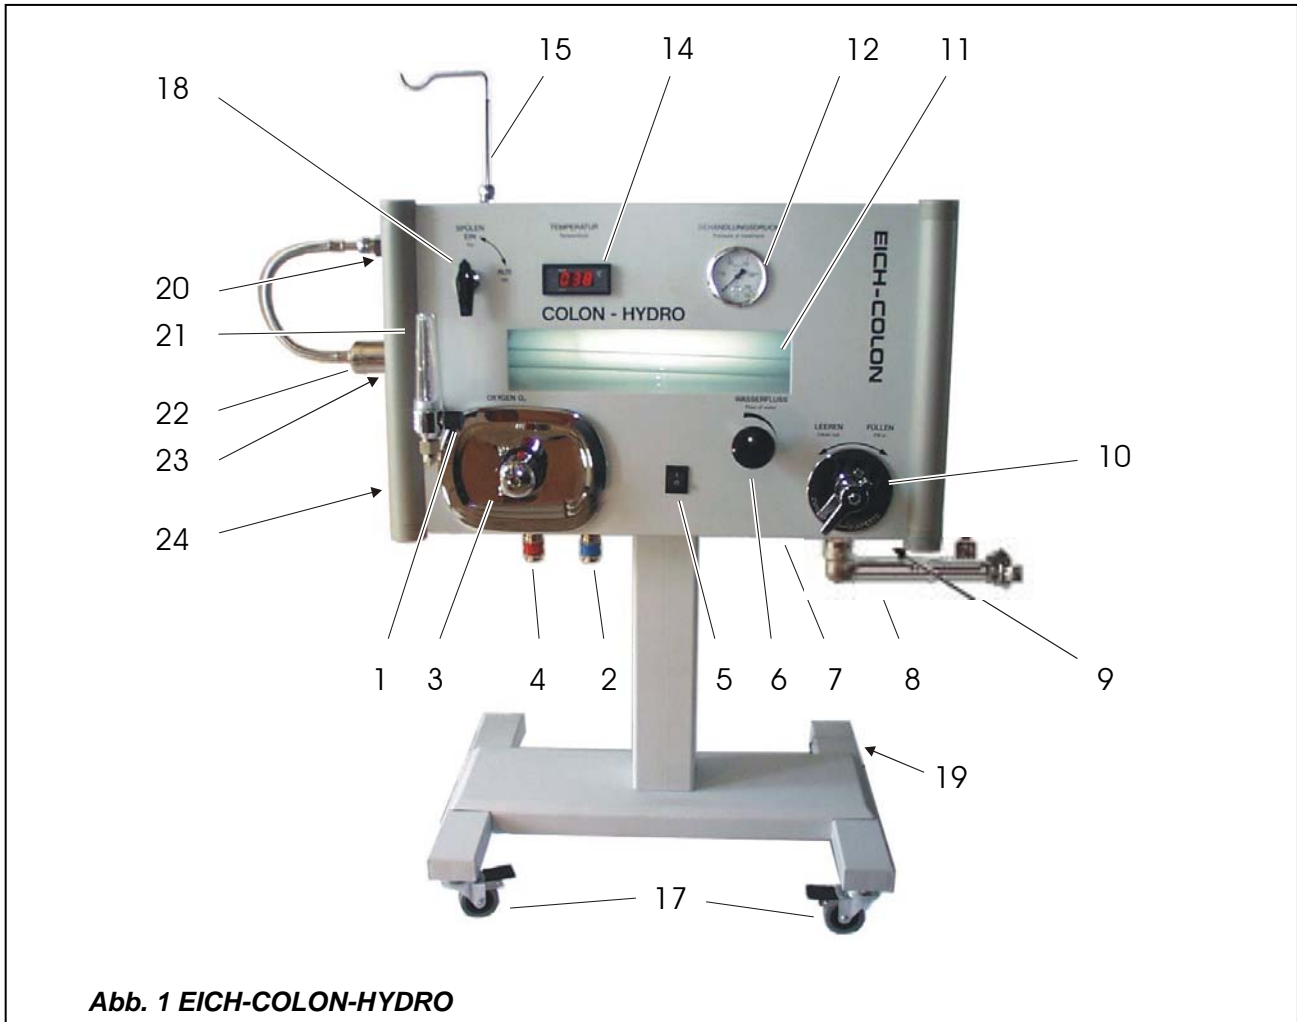

Abb. 1 EICH-COLON-HYDRO
- Einführhilfe vorne mit Gleitgel versehen (Abb. 1)